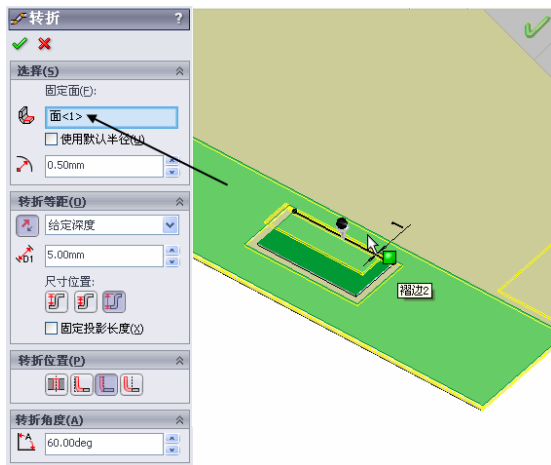

图 10-41 进行转折操作
⑱ 生成“转折”特征。绘制一条折弯直线，位置尺寸与图 10-38 所示相同。然后，选择菜单栏中的“插入”→“钣金”→“转折”命令，或者单击“钣金”工具栏中的“转折”图标，弹出“转折”属性管理器，选择图 10-41 中鼠标所选的平面作为固定面，然后输入半径数值：0.5；选择“给定深度”选项；输入等距距离数值：5；选择“总尺寸”选项；取消“固定投影长度”选项；选择“材料在外”选项；输入转折角度数值：60；上述设置如图 10-41 所示。然后，单击“确定”图标，生成转折特征。